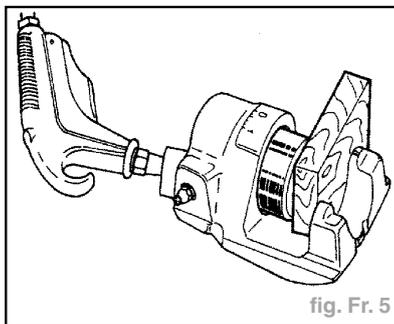

fig. Fr. 5
- Sortir le piston à l'air comprimé en ayant soin d'interposer une cale de bois entre l'étrier et le piston pour éviter la détérioration de ce dernier : toute trace de choc sur la jupe le rend inutilisable (fig. Fr. 5).